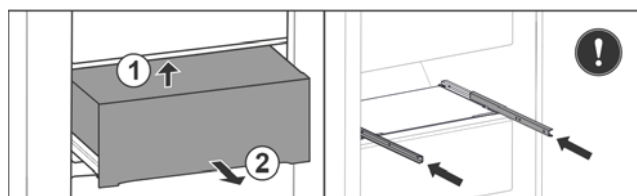

Fig. 37 *
- ▶ Поднимите выдвижной ящик сзади снизу Fig. 37 (1)*.
- ▶ Извлеките движением вперед Fig. 37 (2)*.